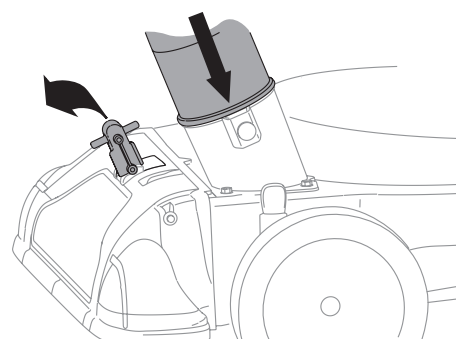

Figura 12
1. Coloque la manija del pico / manguera de la aspiradora en la posición de la base del pico para volver a dirigir la aspiración al montaje de la manguera. Vea la Figura 12.
2. Para operar el ensamblado de la manguera, el perno con resorte debe estar en el segundo agujero del adaptador de la misma. Vea la Figura 12.